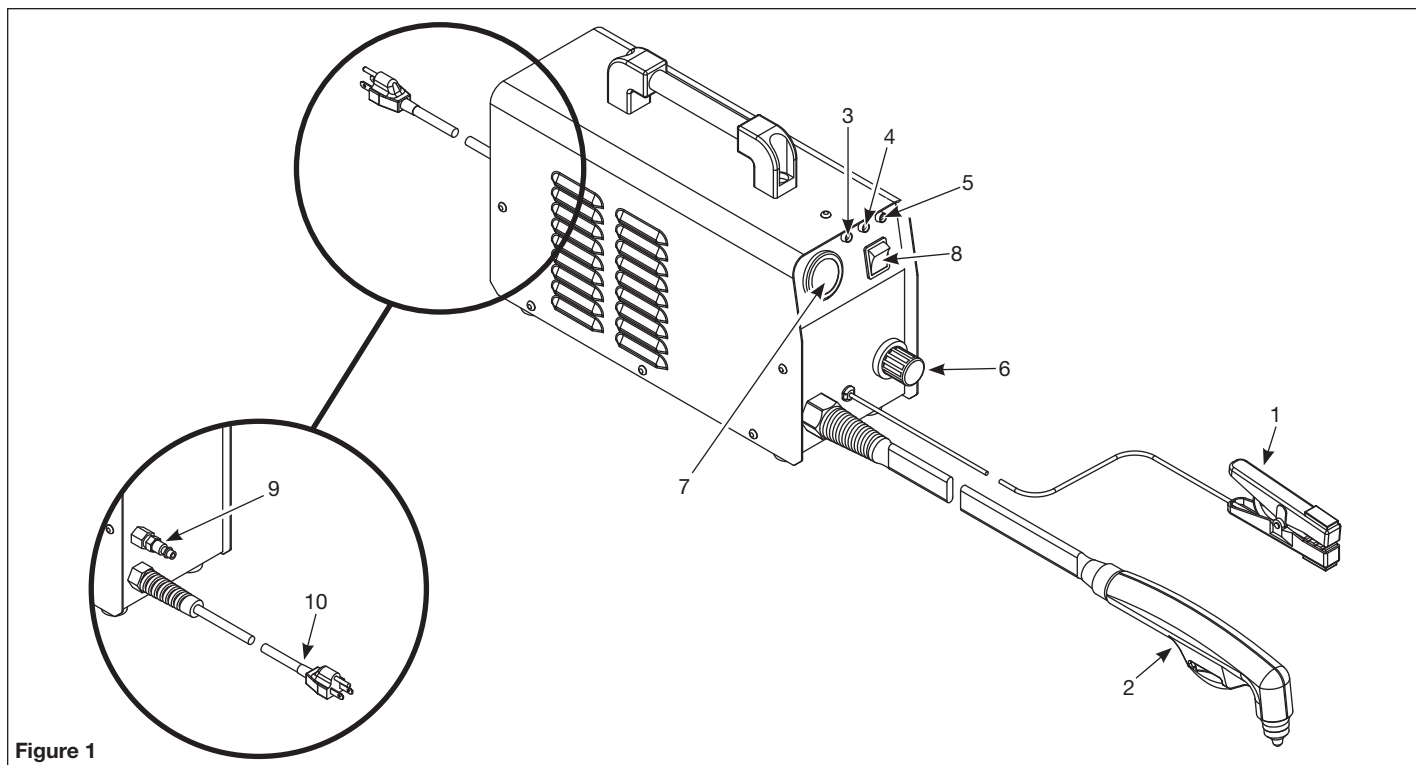

Figure 1
- ◆ Familiarisez-vous avec les composants et les commandes de ce découpeur plasma Voir la Figure 1.